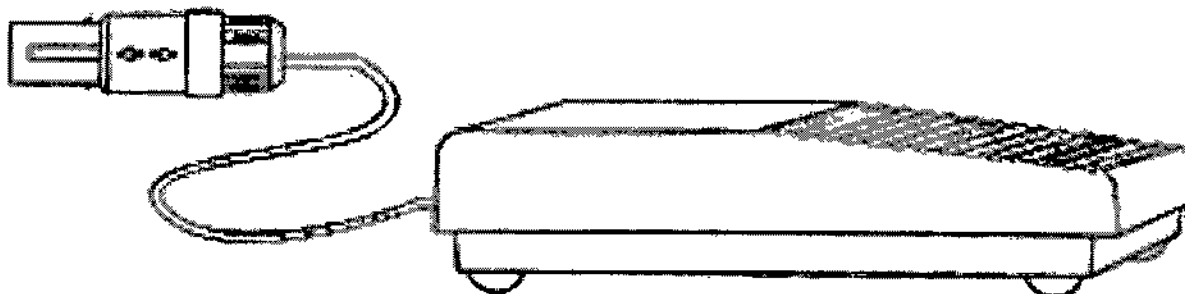

Figura 6: El pedal opcional utilizado con la bomba de irrigación COOLFLOW®.
1. Coloque el conector Redel del pedal de la bomba de irrigación COOLFLOW® (Figura 6) en el enchufe de la parte posterior de la bomba (Nº 8 en la Figura 3).